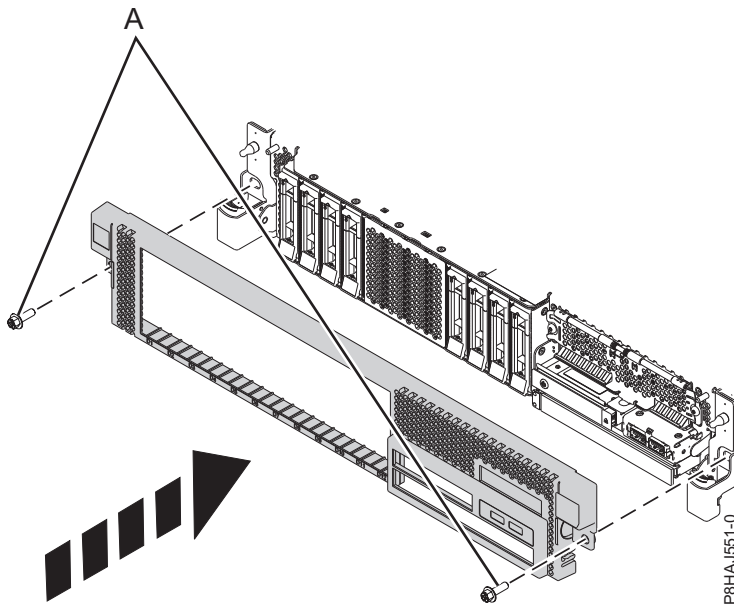

Abbildung 102. Vordere Abdeckung installieren
3. Verriegeln Sie die Entriegelungshebel in die in Abb. 102 auf Seite 136 dargestellte Richtung. Die Abdeckung schnappt ein und weist eine Vertiefung auf, an der Sie sie leichter festhalten können.
4. Bringen Sie die Transportschrauben (A) wieder an.